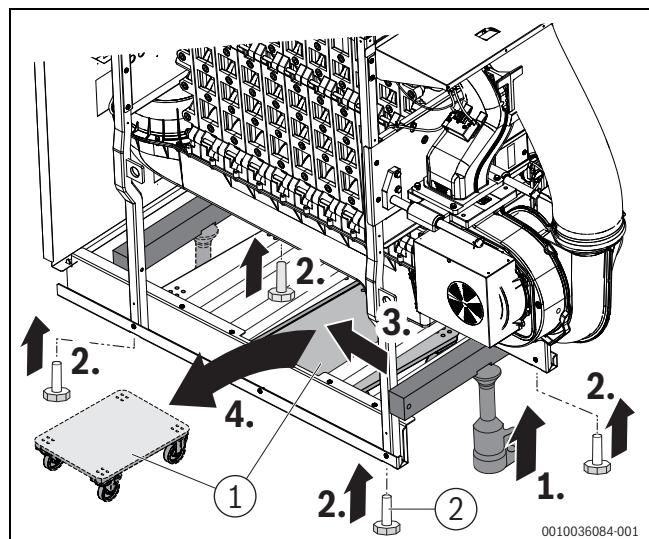

Рис. 16 Удаление площадки для перевозки мебели, монтаж ножек котла (примерное изображение)
- Если котел находится в конечном месте установки, ввинтите в боковые балки 4 ножки котла (→Рис. 16).
(→Рис. 16)